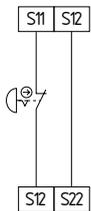

Abb. 5
**Einkanalige NOT-HALT-Schaltung mit Befehlsgeräten nach EN ISO 13850 und EN 60947-5-5 (siehe Abb. 5)**